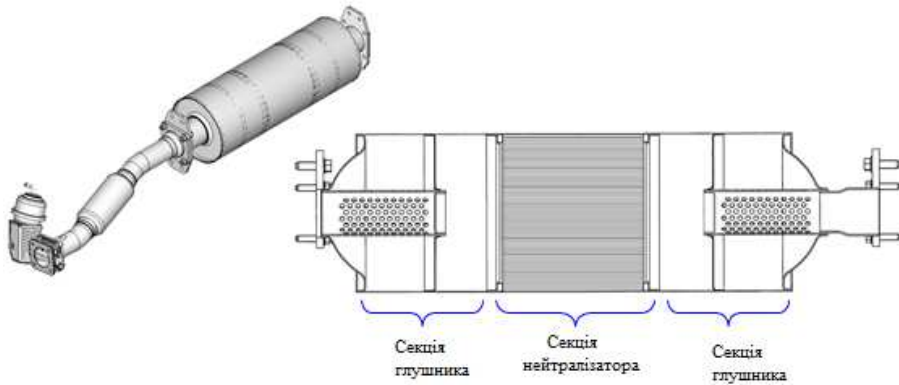
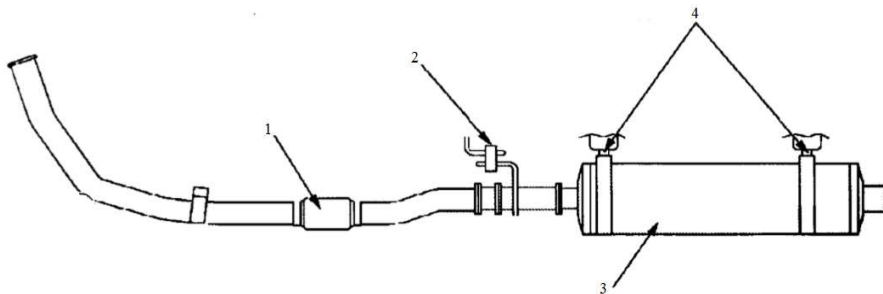

Рис. 1. Трикомпонентний каталітичний нейтралізатор
Рис. 2. Вихлопна труба автомобіля Богдан А-092 з вбудованим нейтралізатором у глушник:
Трикомпонентний каталітичний нейтралізатор автомобіля Богдан А-092, вбудований у глушник випускної системи (рис. 1, рис. 2), призначений для зменшення вмісту шкідливих компонентів у відпрацьованих газах. Платинове і родієве покриття нейтралізатора знижує вміст оксидів азоту ( $\text{NO}_x$ ), вуглеводнів (HC) і оксиду вуглецю (CO) до рівня екологічності відпрацьованих газів не вище Євро-3, що є не допустимим у теперішній час на території Європейського союзу.